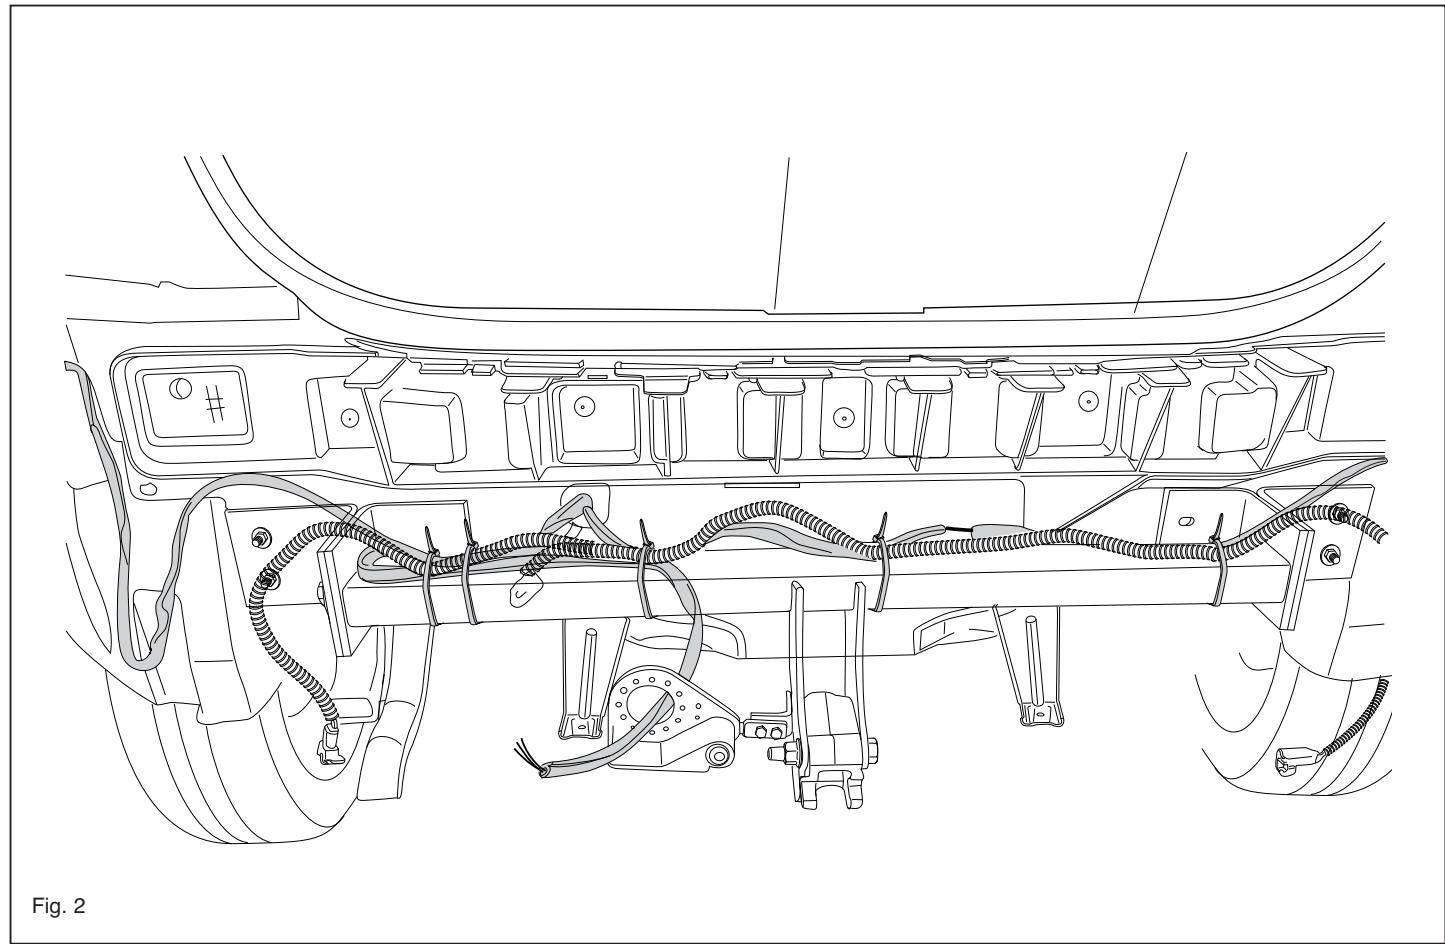

Fig. 2
12. Die Kabel mit Kunststoffklemmband festbinden. Siehe Abbildung 2.
12. Bind ledninger fast med tie-wraps (klembånd af plast). Se fig. 2.
12. Kable przymocować taśmą kablową. Patrz rysunek 2.